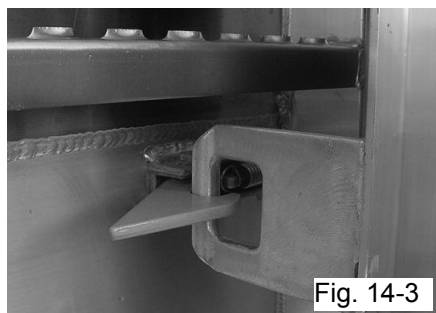

Fig. 14-3
- rabattre les portes et les accrocher contre les parois latérales de la caisse de benne avant de commencer le bennage (fig. 14-3 & 14-4).